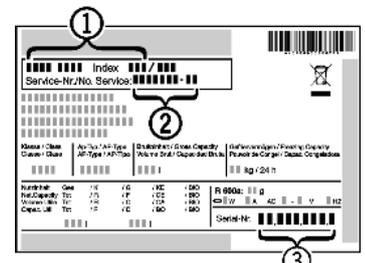

Fig. 49
- ▶ Считать обозначение устройства *Fig. 49 (1)*, сервисный номер *Fig. 49 (2)* и серийный номер *Fig. 49 (3)* с заводской таблички. Заводская табличка находится внутри устройства слева.